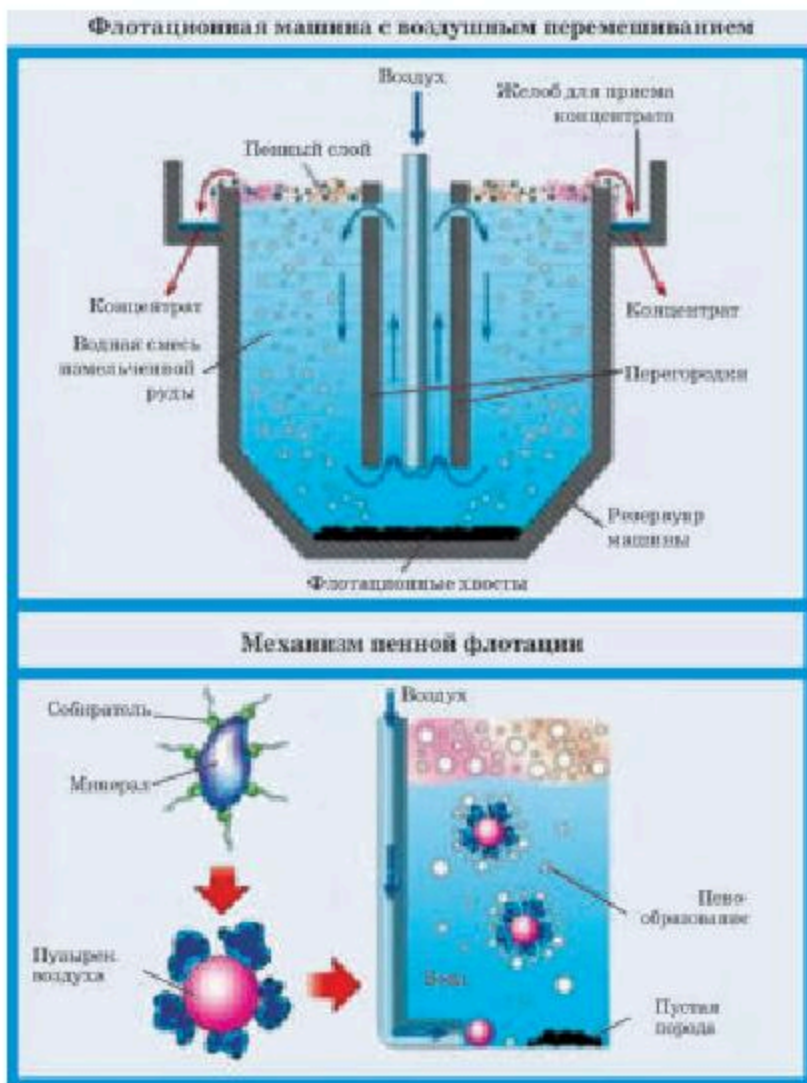

Рис. 56. Флотация пирита
2) *Очистка пирита.* После измельчения пирит очищают от примесей (пустой породы и земли) методом флотации (рис. 56). Для этого измельченный пирит опускают в огромные чаны с водой, перемешивают, пустая порода всплывает наверх, затем ее удаляют.